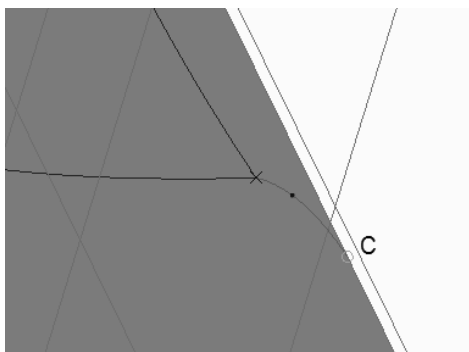

图 7-125 绘制平面曲线 4
- 3) 按住〈Shift〉键并捕捉到平面曲线 2 的下端点, 释放〈Shift〉键后选择一个点作为内部点, 然后再按住〈Shift〉键在填充曲面的边界上选择一点 C, 如图 7-125 所示。